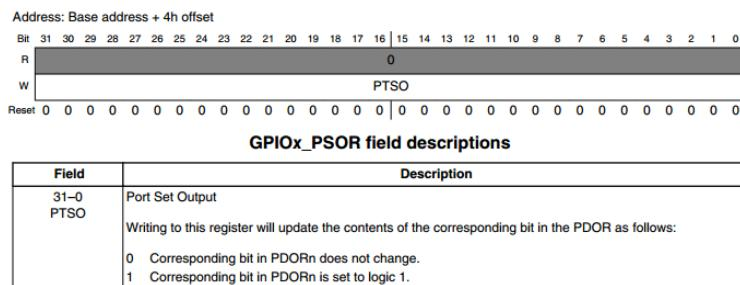

Figura 7: Formatação do registrador GPIOx\_PSOR
- **GPIOx\_PSOR (Port Set Output Register)** mostrado na figura 7, usado para colocar o pino selecionado em nível alto ("1"), ou seja, apagar o LED